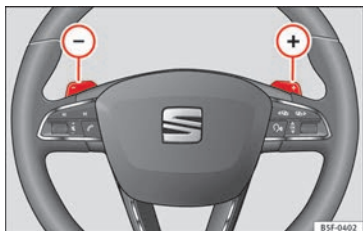

Fig. 170 Volante: palancas para cambio automático.
- Pulse la leva de cambio (+) para insertar una marcha superior »» **fig. 170**.